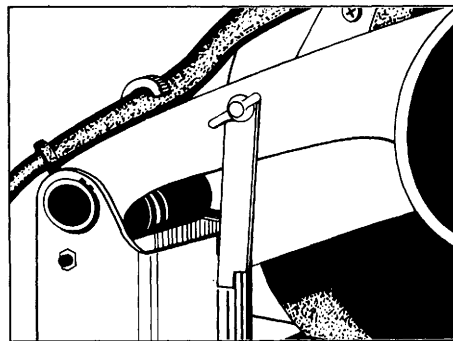

图 9
3. 当切轮磨损到直径小于 305 毫米（12 吋）时，请按照图 9 设定停止板并旋紧蝶形螺栓。